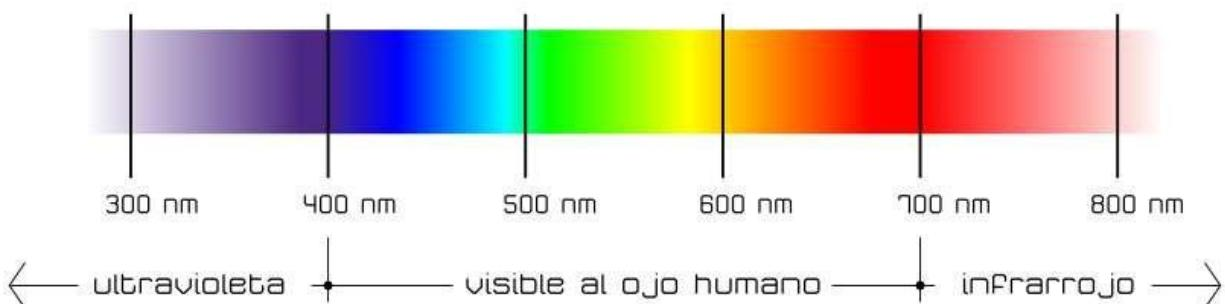

Figura 6.1: Espectro electromagnético visible y extremos.
En uno de los límites del espectro visible, más allá del violeta, se encuentra el espectro ultravioleta (UV) (ver figura 6.1), cuyo rango se encuentra aproximadamente entre los 100 nm hasta los 350 nm. El ultravioleta no es un único valor, ya que posee tres subdivisiones como UVC (100 nm a 280 nm), UVB (280 nm a 315 nm) y UVA (315 nm a 400 nm).